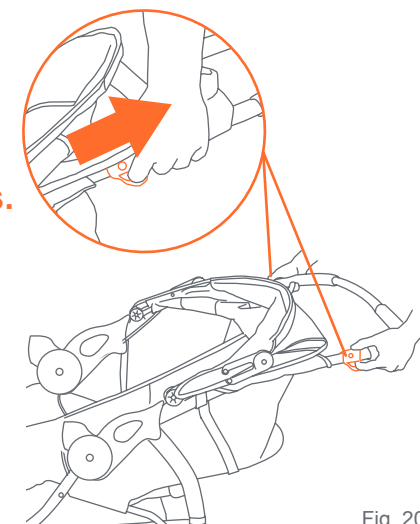
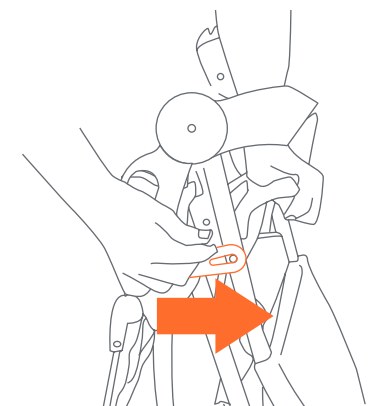

Fig. 20a
Fig. 20b
• El carrito se pliega tirando simultáneamente de cada gatillo (Fig. 20a). Cuando se sueltan los pestillos para plegar el carrito, el manubrio comienza a caer al suelo. Suelte los botones para plegar el carrito y presione hacia abajo el manubrio hasta que el carrito esté completamente plegado. El carrito se asegura en la posición plegada por el bloqueo que esta localizado en el lado derecho del carrito sobre el remache que sobresale del armazón (Fig. 20b).